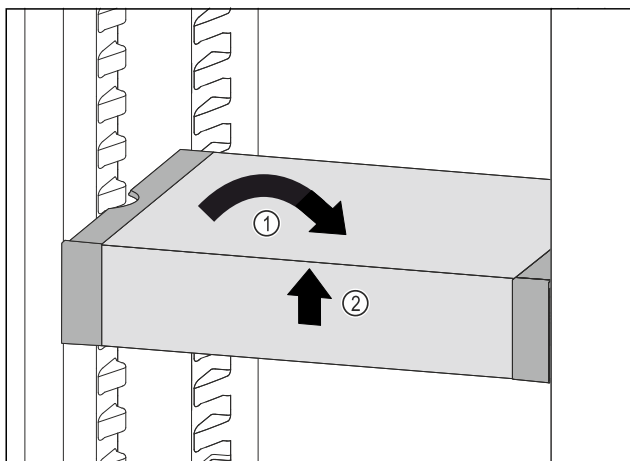

Fig. 108
- VarioSafe postavte rovně. Fig. 108 (1)
- VarioSafe vpředu zvedněte. Fig. 108 (2)